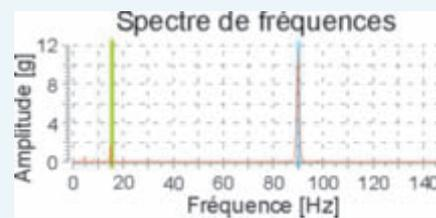

Fig. 6 : Comparaison graphique des fréquences calculées et des fréquences déterminées
*Comparaison des fréquences calculées et des fréquences déterminées* : Les fréquences des éléments d'oscillation harmoniques contribuant de façon significative à l'apparition de l'oscillation déterminées selon la technique ci-dessus seront alors comparées sous forme de graphique (Fig. 6) ou de tableau avec les fréquences des excitateurs d'oscillation entrant en considération dans le cas donné.